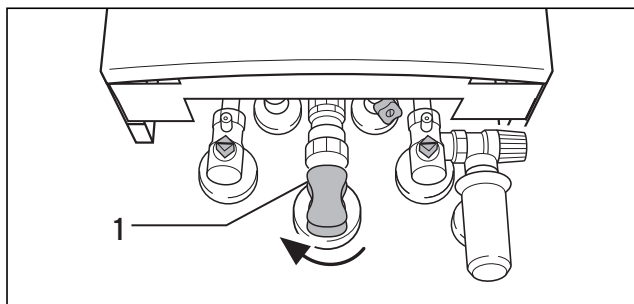

Fig. S.1: Gashanen lukkes
- hovedgashane (1) lukkes (se Fig. S.1)